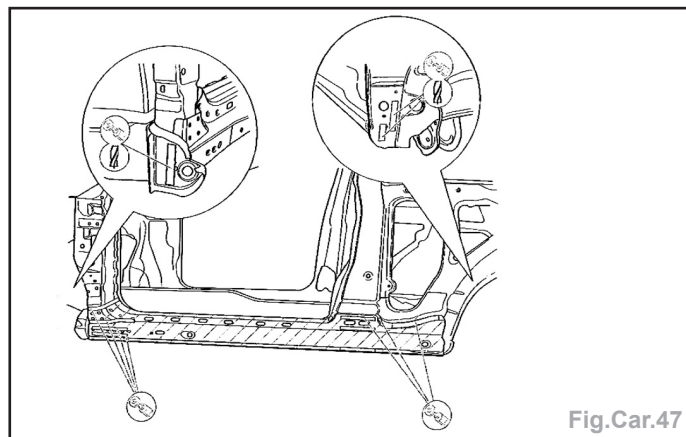

Fig.Car.47
- Fraiser et meuler les points de soudures électrique (Fig.Car.47).